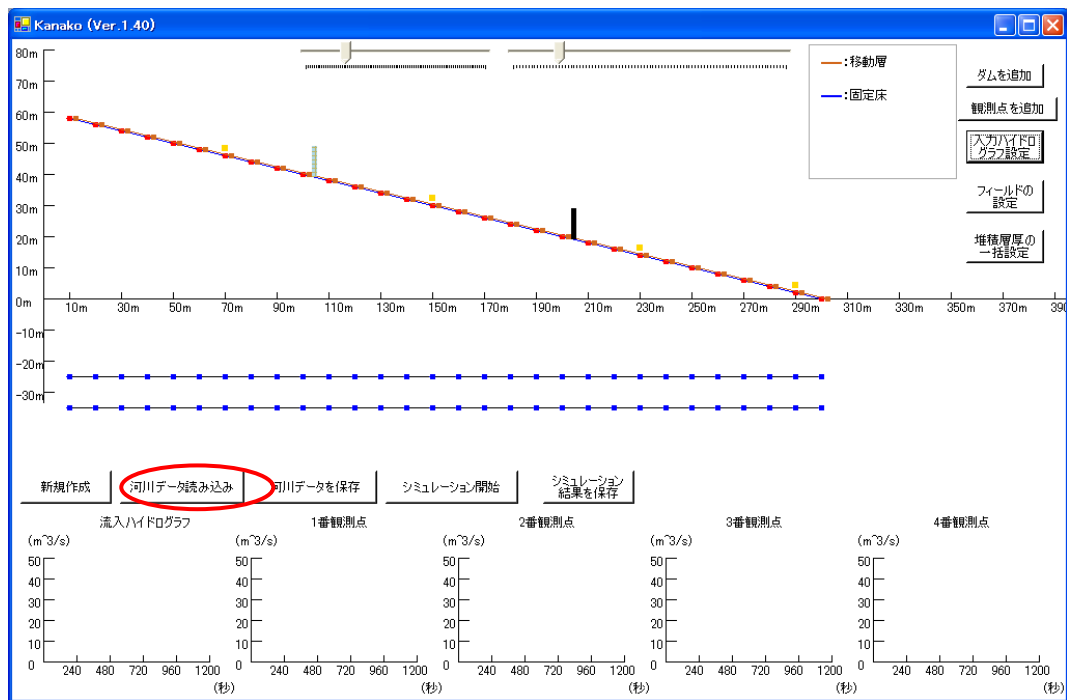
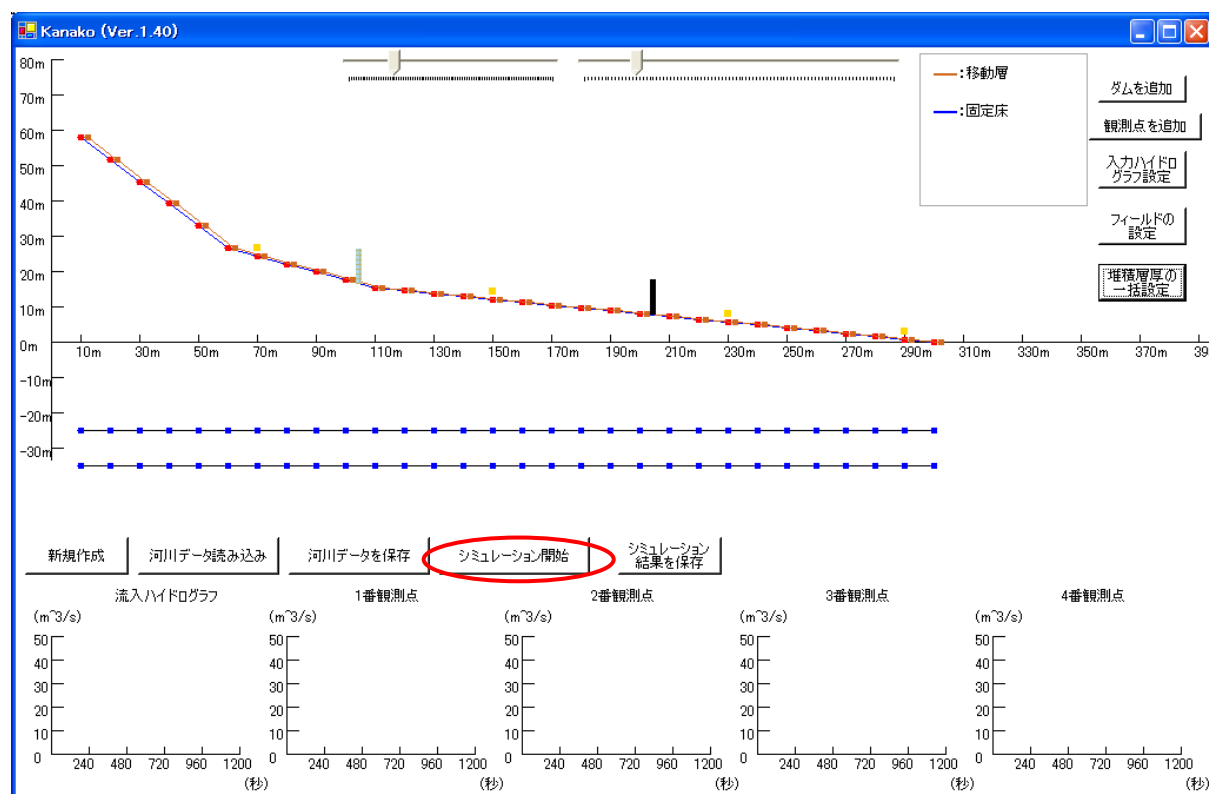
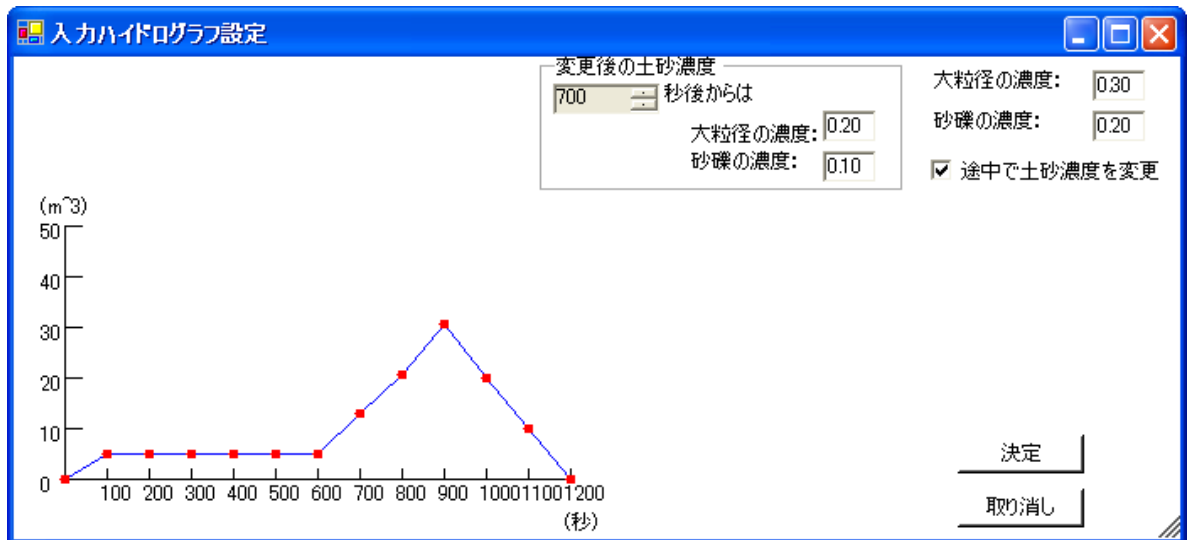

図 62 入力画面（河川データの読み込み）
図 64 入力画面(シミュレーションの開始)
図 65 入力ハイドログラフ設定画面
保存しておいた河床形状やえん堤の諸元を呼び出す際には図 62 の画面中央の「河川データ読み込み」ボタン（図 62 の赤丸）をクリックします。
4.1 で入力した河床形状(図 64)に土石流を流下させて、シミュレーションを実行します。流下させる土石流ハイドログラフは、図 65 の様に設定されたものとして、「シミュレーション開始」ボタン(図 62 の赤丸)をクリックすると計算が始まります。